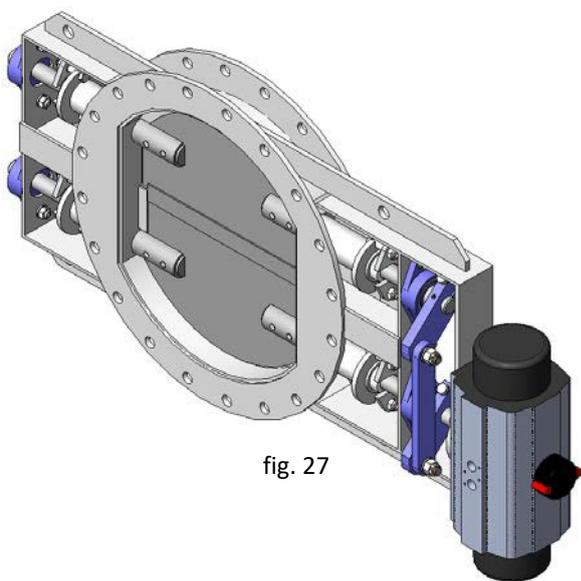

fig. 27
- Cilindro pneumático de efeito simples (fig. 27) *